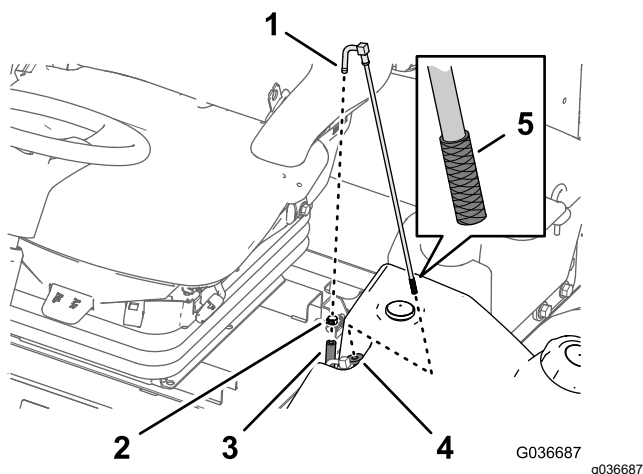

Рисунок 51
1. Снимите шланговый хомут, который крепит шланг подачи топлива к штуцеру топливозаборной трубки (Рисунок 51).
- Отсоедините шланг от штуцера (Рисунок 51).
- Извлеките топливозаборную трубку из топливного бака (Рисунок 51).
- Очистите от загрязнений сетчатый фильтр на конце топливозаборной трубки (Рисунок 51).
- Вставьте топливозаборную трубку в резиновую втулку и в бак (Рисунок 51).